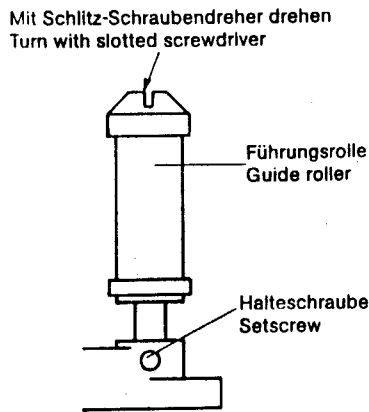

Fig. 4.21 Führungsrollen-Höhe einstellen
1. Die Halteschraube der Führungsrollen (Fig. 4.21) etwas lockern (1,5 mm Inbusschlüssel).
1. Slightly loosen the set screw of the guide roller (1.5 mm Allen key) (Fig. 4.21).